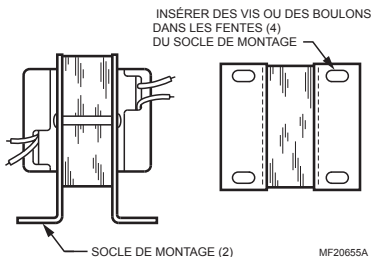

Fig. 2. Montage sur socle (modèle AT20C illustré).
- b. Support en U horizontal. Installer le support sur les lamelles (voir la Fig. 2) et replier les pattes pour fixer le transformateur. Monter le thermostat en utilisant les trous de 5 mm (3/16 po) dans le socle de montage.